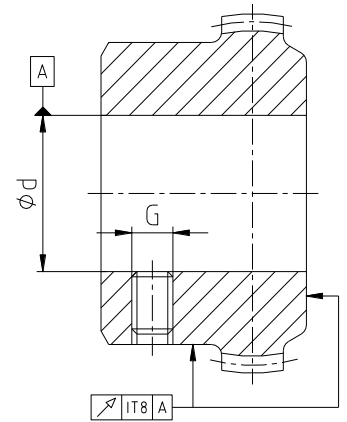

Bild 7: Rund- und Planlaufgenauigkeit
- Bei Herstellung der Nabenbohrung (Stahlnaben) durch den Kunden ist die Rund- bzw. Planlaufgenauigkeit (siehe Bild 7) einzuhalten.